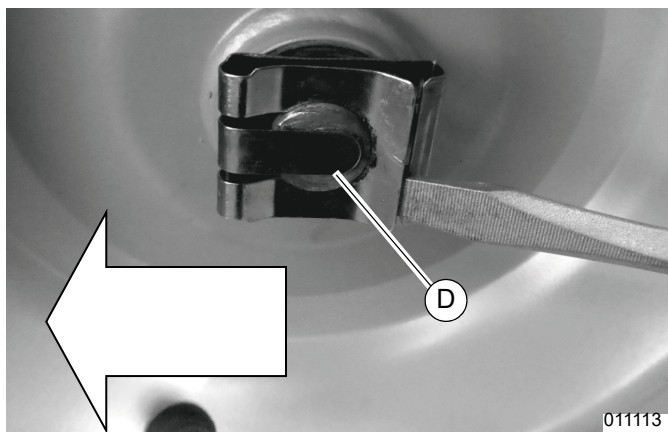

Figure 4-20. Retirer les clips des roues
5. Voir **Figure 4-20**. Pousser les clips hors de l'arbre de roue (D).